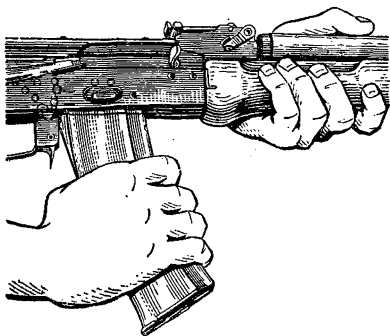

Рис. 13. Присоединение магазина
10) Присоединить магазин к автомату (пулемету). Удерживая автомат (пулемет) левой рукой за шейку приклада или цевье, правой ввести в окно ствольной коробки зацеп магазина (рис. 13) и повернуть магазин на себя так, чтобы защелка заскочила за опорный выступ магазина.